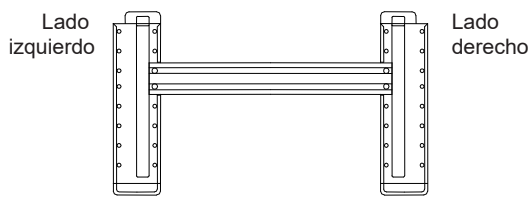

Fig.4
- Taladre agujeros como muestra la Fig. 4. El orificio, de 80 mm de diámetro, debe deslizarse ligeramente hacia abajo.